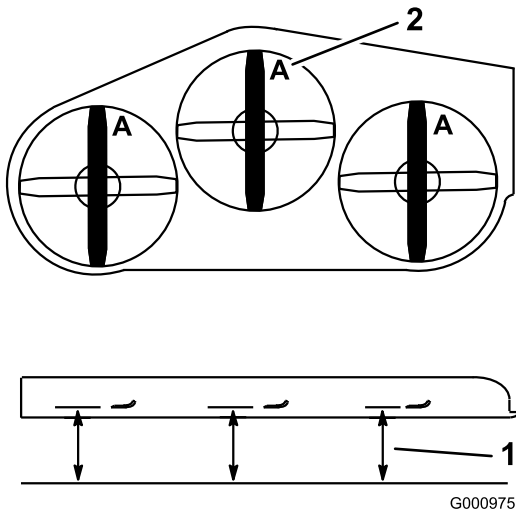

Figure 74
- Mesurez la distance entre la surface plane et le tranchant (position A) des lames (Figure 74).